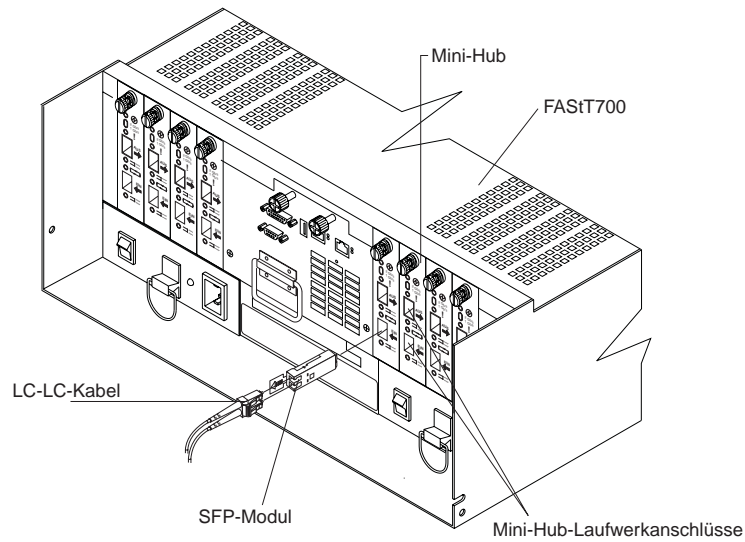

Abbildung 32. SFP-Modul und LC-LC-Kabel in einer FAST700 installieren
2. Verbinden Sie ein LC-LC-Glasfaserkabel mit einem SFP-Modul, wie in Abb. 32 auf Seite 39 dargestellt.